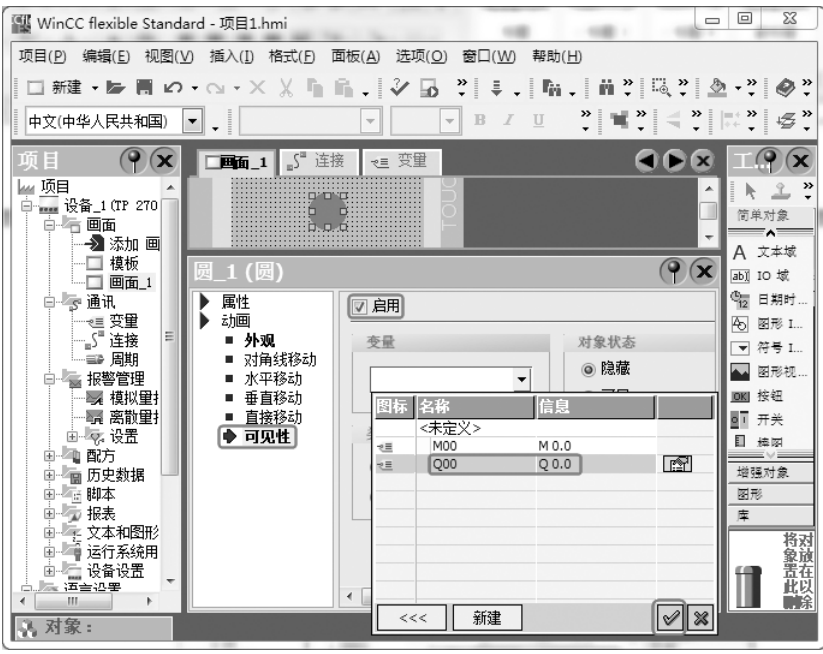

图 10-63 灯的组态（2）
⑤ 选中“动画”中的“可见性”选项，将其变量定义为“Q00”。这样做的含义是：当 Q00 的状态改变时，灯的可见性随之改变。灯的组态（2）如图 10-63 所示。